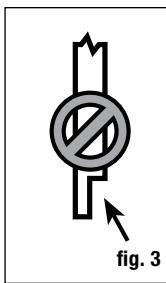

fig. 3
Paso 2 Instale los postes de barandal antes de instalar las tablas de la terraza. Postes para barandal de 10.2 x 10.2 cm (4x4 pulg.) de cedro o pino tratado a presión, o una montura para postes, ofrecen la fuerza estructural para el barandal. La longitud de cada poste se determina por el total del ancho de la viga (generalmente 18.4 cm (7-1/4 pulg.)) + el grosor de la terraza (2.5 cm (1 pulg.)) + la altura del barandal (91.4 cm (36 pulg.)) + el espacio para el tope del poste (3.2 cm (1-1/4 pulg.)) = 115.5 cm (45-1/2 pulg.). **Importante: No haga muescas en los postes de barandal de 10.2 x 10.2 cm (4x4 pulg.). Las muescas reducirán la fuerza del poste y podrían causar el colapso o falla del barandal (fig. 3).** Utilice soportes de postes estructurales para la instalación en hormigón.
Importante: No haga muescas en los postes de barandal de 10.2 x 10.2 cm (4x4 pulg.). Las muescas reducirán la fuerza del poste y podrían causar el colapso o falla del barandal (fig. 3). Use montajes de postes estructurales para instalaciones en concreto.